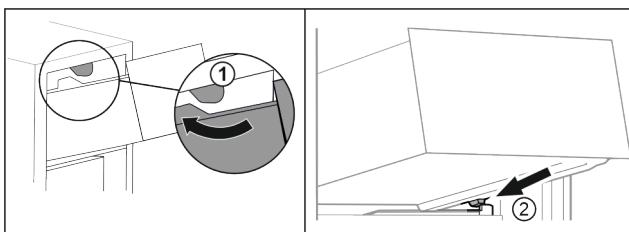

Fig. 16
- Vedte zásuvku podél horních zarážek Fig. 16 (1).
- Nasadte zásuvku šikmo za dolní zarážky na žebrování na nádoby Fig. 16 (2).